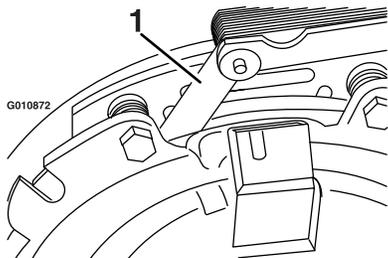
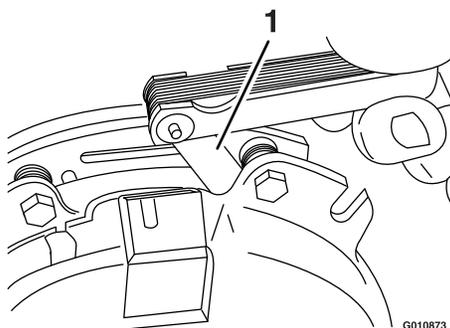

Figura 66
Figura 67
- E. Usando una galga de 0,25 mm, compruebe la presencia de un espacio entre el rotor y la cara de la armadura en ambos lados del polo del freno, según se indica en Figura 66 y Figura 67.